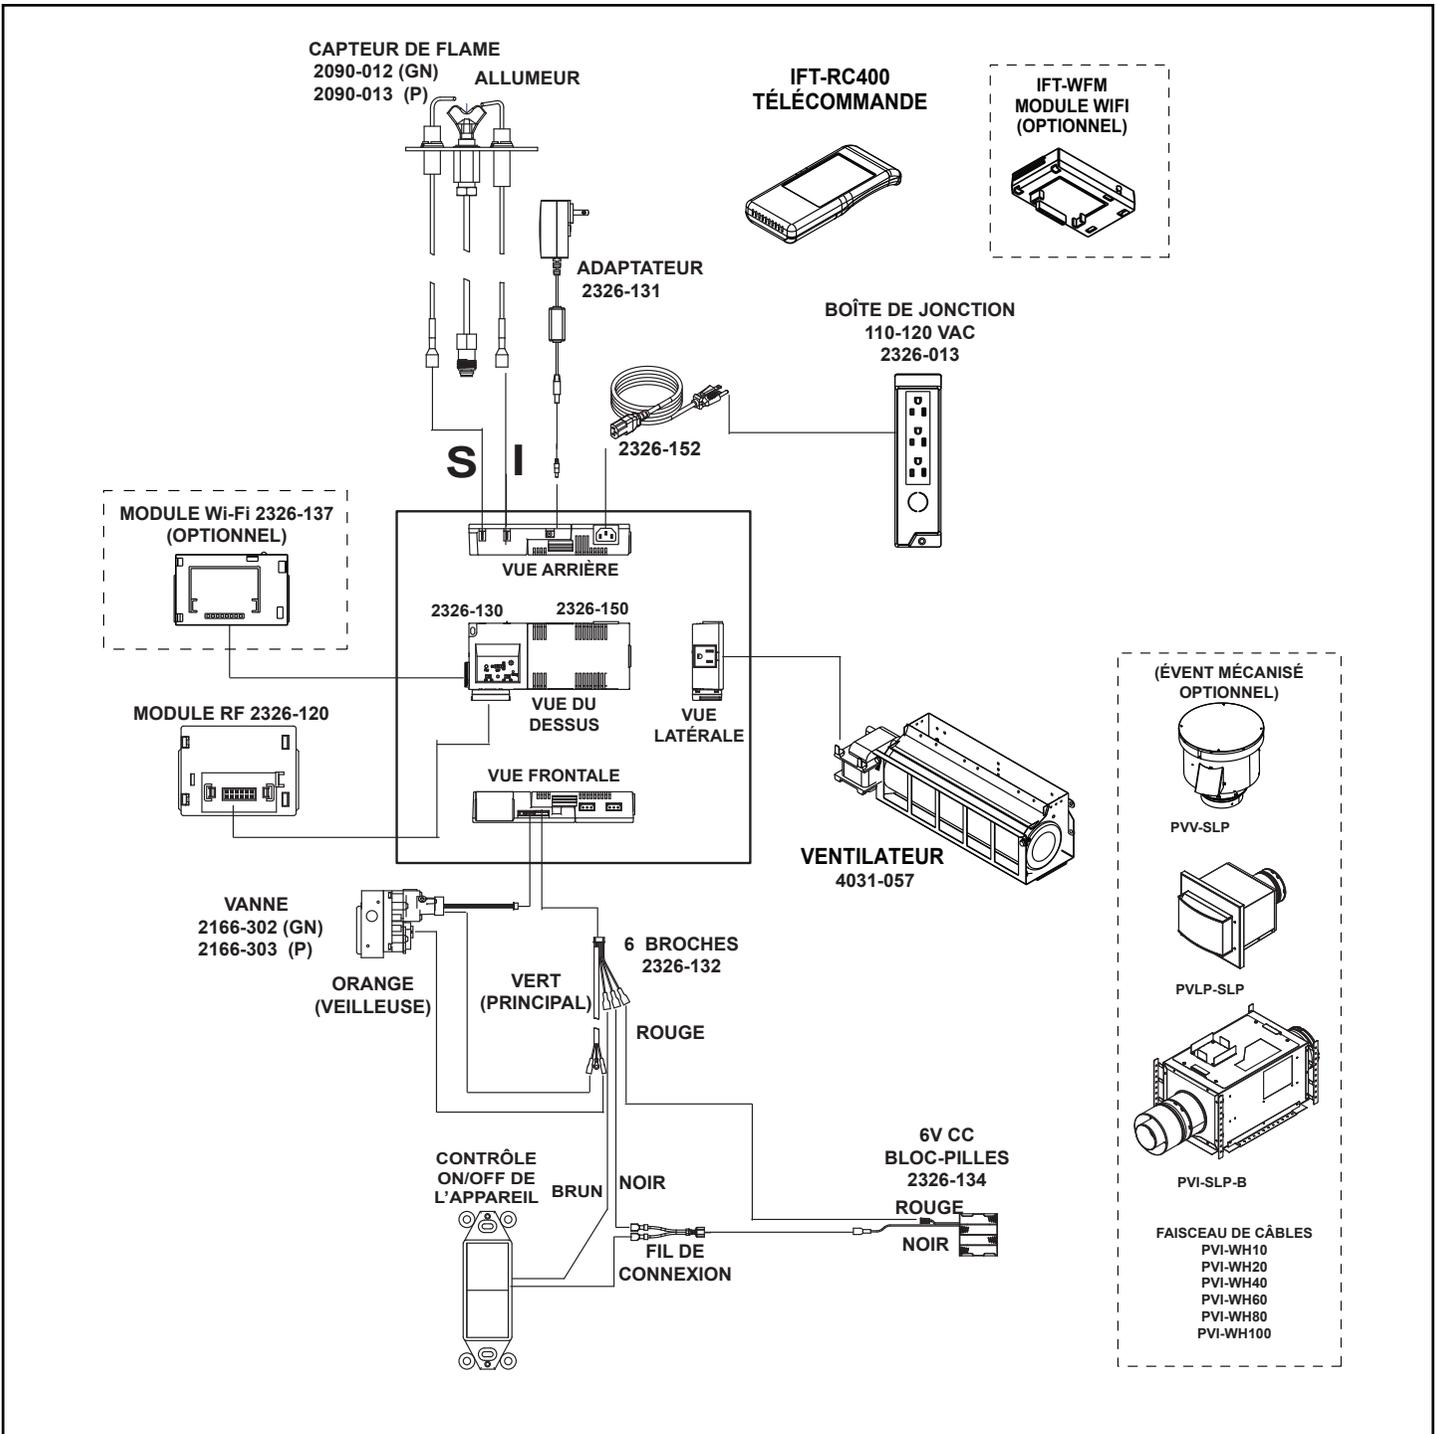

Figure 8.2 Schéma de câblage d'IntelliFire Touch
- Consultez la figure 8.2, Schéma du câblage IntelliFire Tactile (IPI).